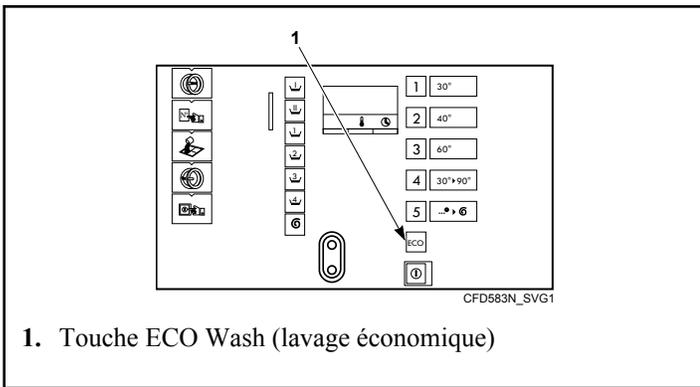

Figure 6
6. Pour modèles OPL seulement : si nécessaire, réduire le niveau d'eau du cycle. Appuyer sur la touche ECO Wash (lavage économique). Se reporter à la *Figure 6*. Le témoin lumineux à côté de la touche ECO Wash (lavage économique) s'allume.